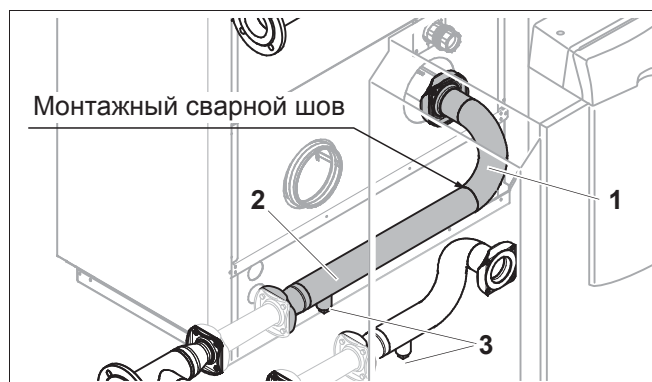

Рис. 13 Сварка длинной трубы обратной линии
- Установите фланец 2-ой части длинной трубы обратной линии (рис. 13, [2]) вместе с уплотнением ко второму насосу и закрепите 4 болтами и гайками.
Муфта на трубе обратной линии (рис. 13, [3]) предназначена для слива воды.